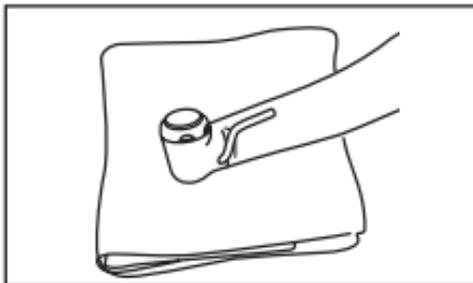

Fig. 12
- 6) Essuyez l'extérieur de la pièce à main et du raccord à l'aide d'un chiffon sec non pelucheux (Fig. 12).